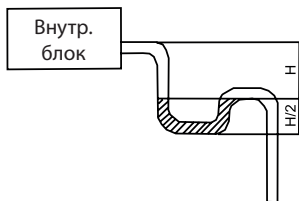

Рис. 21
5. Интенсивный воздушный поток внутреннего блока может создать отрицательное давление и привести к обратному всасыванию наружного воздуха. Поэтому в дренажную трубу каждого внутреннего блока необходимо установить гидрозатвор U-образной формы (см. рис. 21).